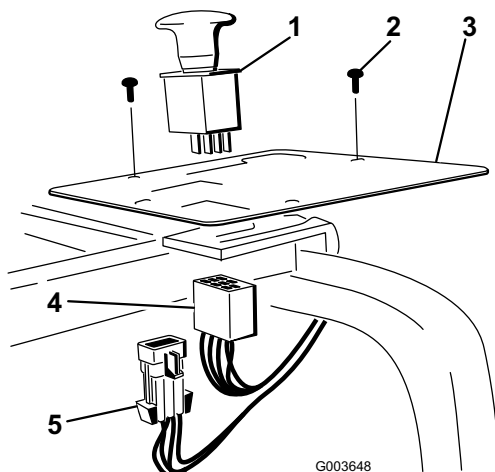

Figure 34
2. Enlevez l'obturateur plastique du panneau et insérez l'interrupteur à sa place (Figure 34).
6. Montez le connecteur du faisceau principal sur le faisceau principal (Figure 34).